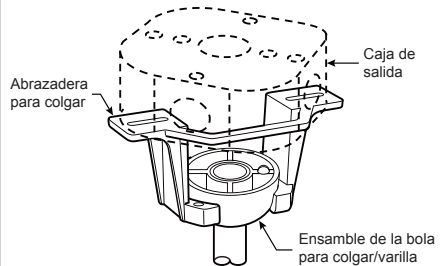

Figura 4
4. Afloje los dos tornillos de fijación del soporte del barril de soporte para techo a través de la varilla. Introduzca los cables a través de la varilla. (Figura 4)
2. Levante cuidadosamente el ventilador y coloque el ensamble de la bola para colgar/varilla en la abrazadera para colgar que acaba de fijar a la caja de salida. Asegúrese de que la ranura de la bola esté alineada con la lengüeta de la abrazadera para colgar. (Figura 4)
3. Realice las conexiones de cables al bloque del terminal como se muestra en la Figura 4. Conecte el conector de 2 clavijas desde unidad del motor conexión a la receptor, conecte el conector de 3 clavijas desde unidad del motor conexión a la receptor.
4. Instale el conector de 2 clavijas desde unidad de luz LED conexión a la unidad del motor. (Figura 4)
4. Para que el ventilador sea funcional, instale las pila (incluidas) de 3V en el transmisor del mando a distancia. Mientras el ventilador esté apagado. A continuación, siga el proceso de fijación remota de código. Si no se utiliza el ventilador durante un largo periodo de tiempo, extraiga la batería para evitar cualquier daño al transmisor. Almacene el mando a distancia en un lugar alejado del calor o la humedad excesiva. (Figura 4)